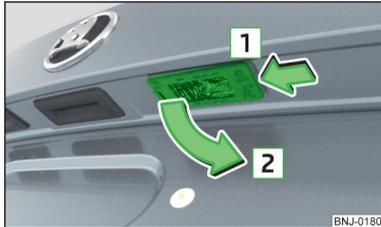

Abb. 214
- › Die Leuchte in Pfeilrichtung **1** » Abb. 214 eindrücken.